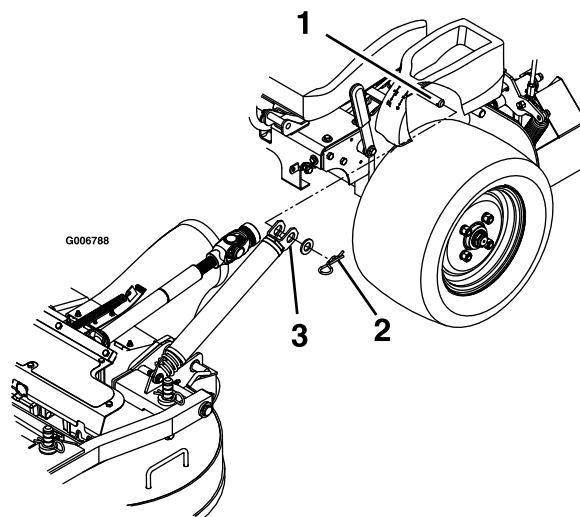

Figura 77
4. Retire las chavetas y las arandelas de la parte superior del muelle de elevación asistida de la carcasa en cada lado de la máquina (Figura 77).
10. Instale los muelles en los pasadores de anclaje debajo de las consolas derecha e izquierda y fíjelos con una arandela y una chaveta (Figura 77).